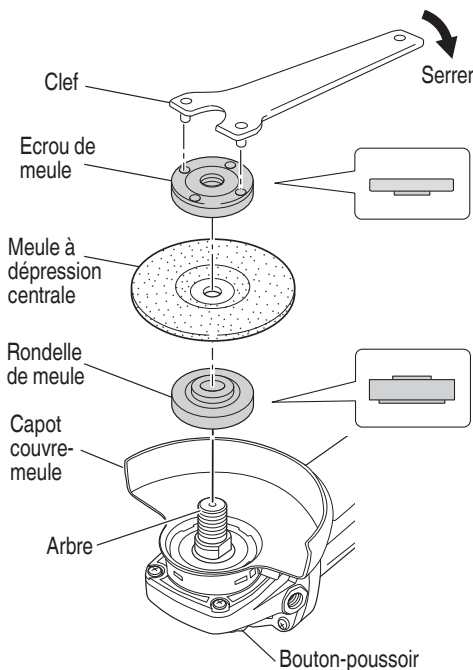

Fig. 6
S'assurer que la bouton-poussoir n'est pas engagée appuyant dessus deux ou trois fois avant de mettre la meuleuse à disque en marche. (Fig. 6)
- Tout en poussant sur le bouton-poussoir avec une main, verrouiller l'arbre en tournant doucement la meule à dépression centrale avec l'autre main. Serrer l'écrou de meule en utilisant la clef fournie comme montré sur la Fig. 6.